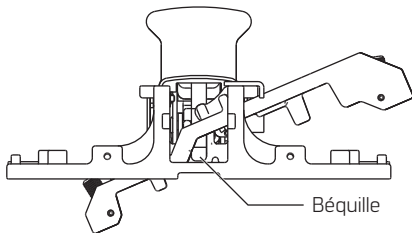

Figure 4 Chariot de la tige
- 3.1.4 Faire glisser l'extrémité du chariot de la tige marquée TOP vers le levier. Le chariot de la tige commence à descendre, comme indiqué à la fig. 4.
- 3.1.6 Insérer l'extrémité inférieure du chariot de la tige dans le côté opposé du châssis, comme indiqué à la fig. 4.